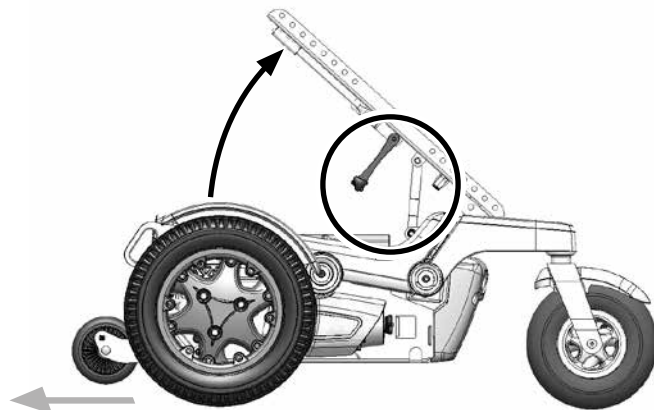

Fig. 6.8
- Pass på at setet er støttet av setestaget før du slipper det (Fig. 6.7 på stol med forhjulsdrift - Fig. 6.8 på stol med bakhjulsdrift - Fig. 6.9 på hybrid-stol).